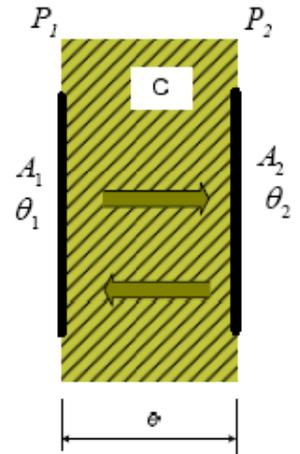

Figure 1
**1** - Considérons un corps C solide, homogène, massif, dont les traces (un plan de figure perpendiculaire à ces deux plans) sont  $P_1$  et  $P_2$  et situés à la distance  $e$  l'un de l'autre, Figure 1.